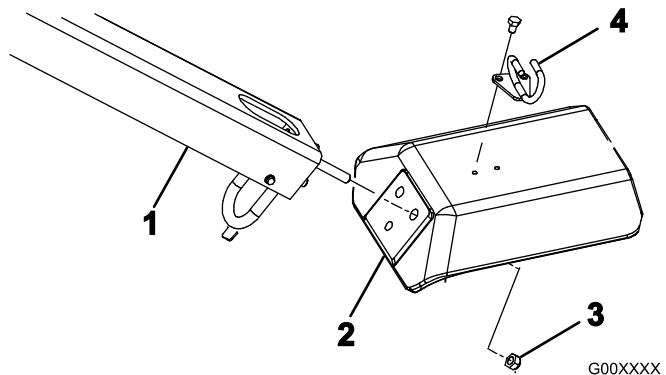

Figura 4
- Inserite i prigionieri di montaggio dell'impugnatura nei fori della forcella (Figura 4).
- Fissate i prigionieri dell'impugnatura alla forcella con 3 dadi di bloccaggio (1/2 poll.) (Figura 4)
- Montate la guida del cavo in cima alla forcella con 2 bulloni (5/16 x 1/2 poll.) (Figura 4).